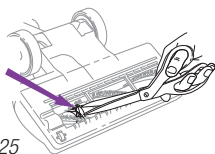

Fig. 25
- 2 Inspeccione la abertura de abajo y el cepillo giratorio. Si hay acumulación de desechos, remuévalos. Corte con cuidado todo lo que esté enrollado alrededor del cepillo giratorio con una tijera. No dañe o corte las cerdas del cepillo. **(Fig. 25)**